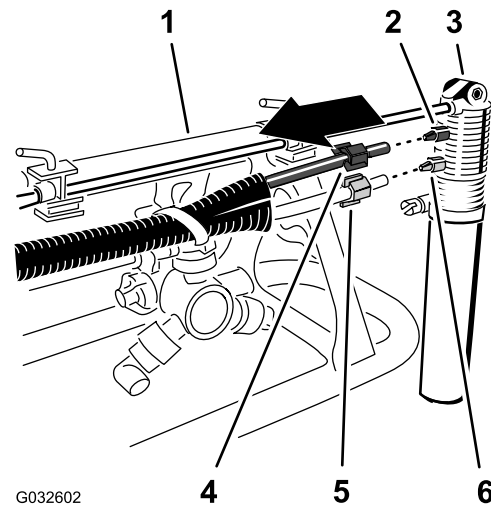

Figure 21
2. Sur la buse du traceur à mousse, desserrez l'écrou à compression qui fixe le tube bleu (eau) au raccord à compression bleu de la buse (Figure 21).
3. Desserrez l'écrou à compression qui fixe le tube transparent (air) au raccord à compression blanc de la buse du traceur à mousse (Figure 21).
5. Desserrez les écrous à compression aux extrémité des tubes (Figure 21).